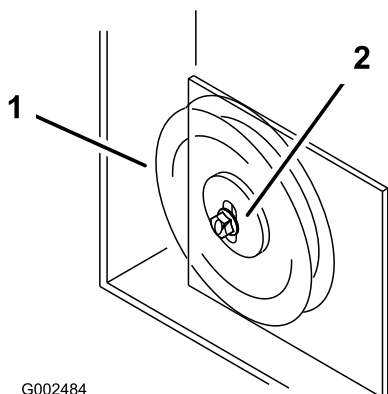

Figure 52
- Si la plaque de la poulie de tension touche le bout de la fente de réglage et qu'il faut encore tendre la courroie, une légère modification de la poulie de tension fixe droite peut offrir un réglage de tension supplémentaire (Figure 52).